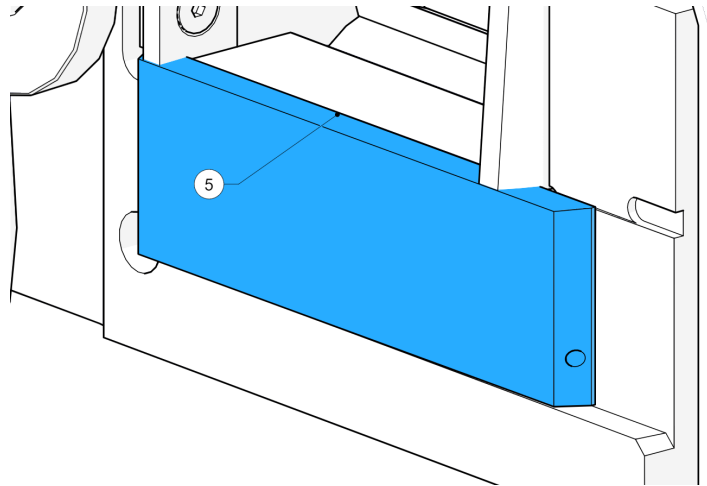

Figure 62 - Enclume fixée à la plaque de base
14. Insérez l'enclume par le côté de la chambre, en veillant à ce qu'elle reste bien fixée à la plaque de base (5, Figure 62).